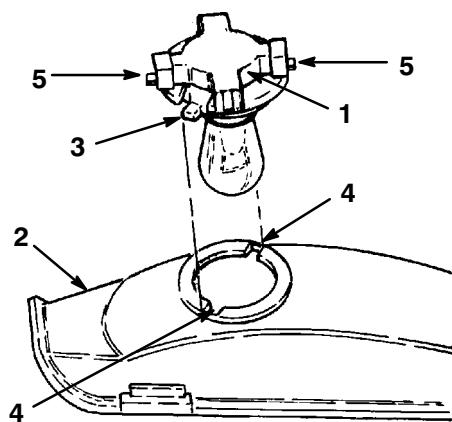

Abbildung 21
3. Die Birnenfassung um 1/4 Umdrehung im Gegenuhrzeigersinn drehen und aus dem Reflektor nehmen (Abb. 21).
2. Die Birnenfassung hat zwei Zungen (Abb. 21). Die Zungen auf die Schlitzte im Reflektor ausrichten, die Fassung in den Reflektor stecken und um 1/4 Umdrehung bis zum Anschlag im Uhrzeigersinn drehen.